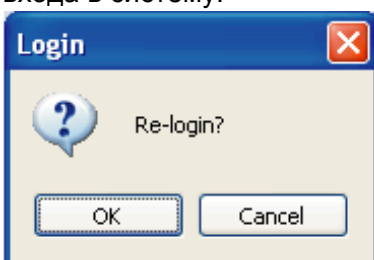

Рис. 4-16
② Нажмите на кнопку “Re-login” («Повторный вход»), на экране открывается окно, как показано на Рис. 4-16: система запросит необходимое действие. Если необходим повторный вход в систему, нажмите на кнопку “OK”, после чего система закрывает главный интерфейс и возвращается в меню входа в систему.